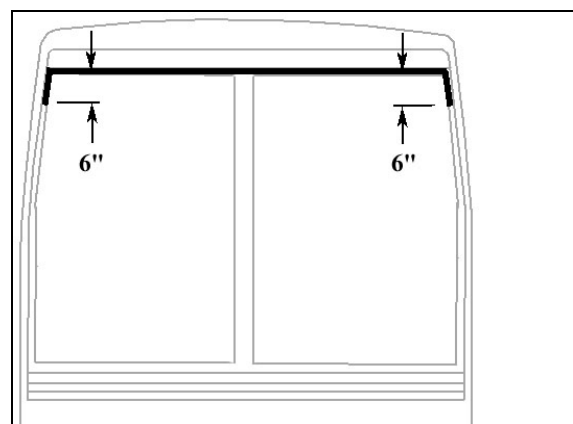

FIGURE 50: APPLICATION DE SIKA 221 GRIS
8. Appliquer du Sika 221 noir (Figure 50) entre la fibre de verre et la pièce extrudée en caoutchouc.